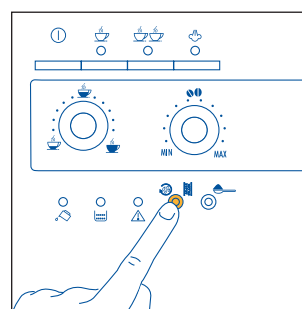

Fig. 14
1) Hvis du, med én gang maskinen er tent, ber om en kopp med liten mengde kaffe (mindre enn 60 cc), bruk det varme skyllevannet for å varme koppene (se rådet i avsnitt 4.3, punkt 5). Hvis det derimot er gått mer enn to-tre minutter før du ber om en ny kaffe, må du forvarme trakteren ved å trykke på tasten  (fig. 14). La så vannet renne ned i oppsamlings-skålen under, eller bruk dette vannet for å fylle opp (og tøm